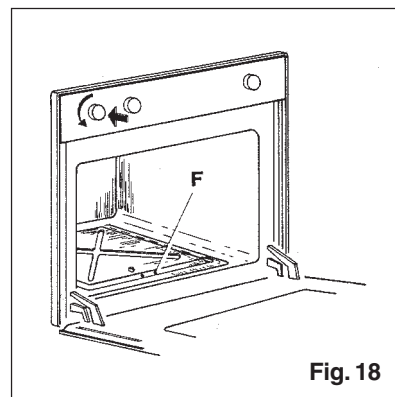

Fig. 18
- Pulsar el botón de encendido (fig.18)